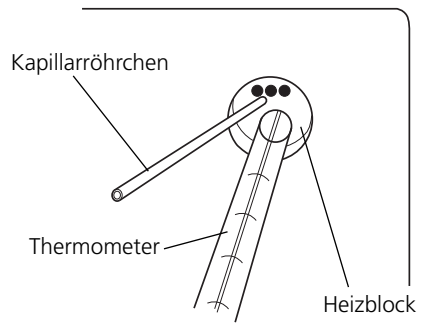

Abb. 4
3. Das Kapillarröhrchen in eine der seitlichen Öffnungen am Heizblock einsetzen (siehe Abb. 4). Es können maximal bis zu 3 Kapillarröhrchen gleichzeitig eingesetzt werden.